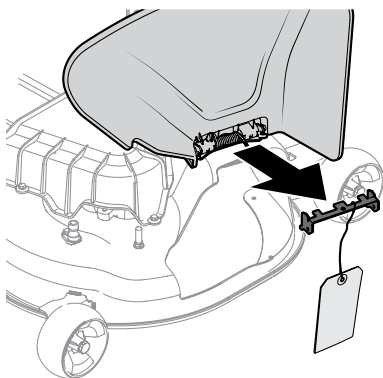

Figura 2-5
1. Verifique se há uma presilha de embalagem que possa estar prendendo a calha de descarga para cima. Se houver uma presilha, ela tem que ser retirada antes de se operar o trator. Segurando a calha de descarga totalmente em pé, remova a presilha de trava para despacho. Abaix a calha de descarga e remova a presilha de trava. Veja Figura 2-5.